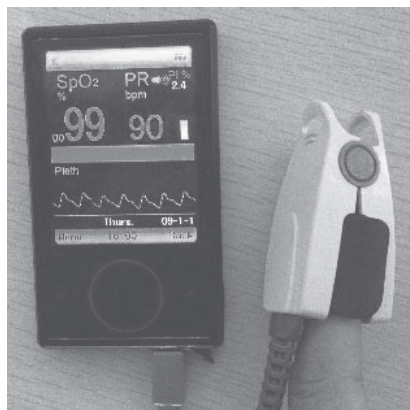

Figura 5.
6.1.1. Conecte la sonda según el método introducido en el capítulo 5.3, y luego introduzca el dedo en la sonda. Consulte la figura 5.